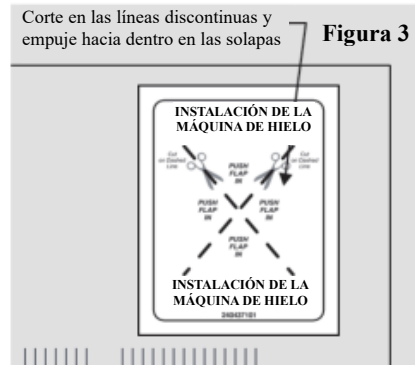

Figura 3
7. Utilice un cuchillo de cocina pequeño para cortar la etiqueta de instalación del productor de hielo en las líneas discontinuas situadas en el panel trasero exterior del refrigerador en la esquina superior derecha. Consulte la Figura 3. Empuje las solapas hacia dentro hasta que se adhieran a la unidad.